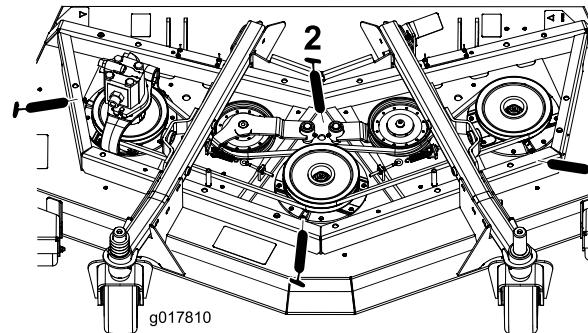

Bild 45
- Drei Spindelwellenlager (unter der Riemscheibe) (Bild 45)
- Zwei Spannarm-Drehbüchsen (Bild 45)